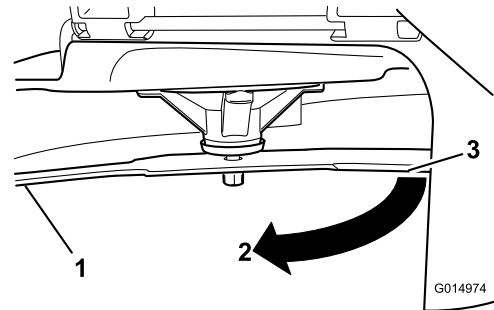

Figure 50
4. Tournez la même lame de 180 degrés pour amener l'autre tranchant à la même position (Figure 50).